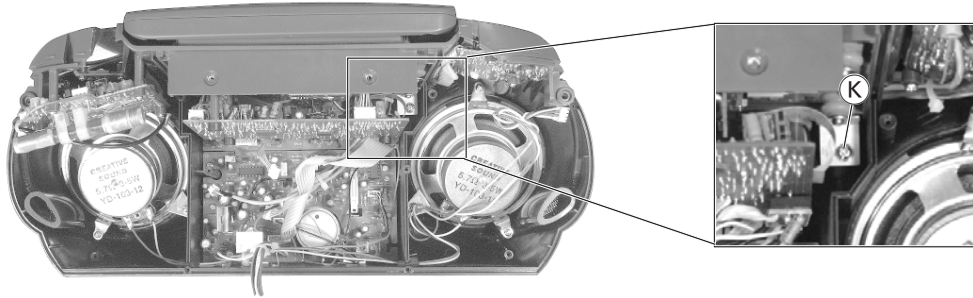

Fig. 5
- Schraube **K** (Fig. 5) herausdrehen.
- Undo screw **K** (Fig. 5).
- Schraube ⑤ (Fig. 5) herausdrehen.
- Undo screw ⑤ (Fig. 5).